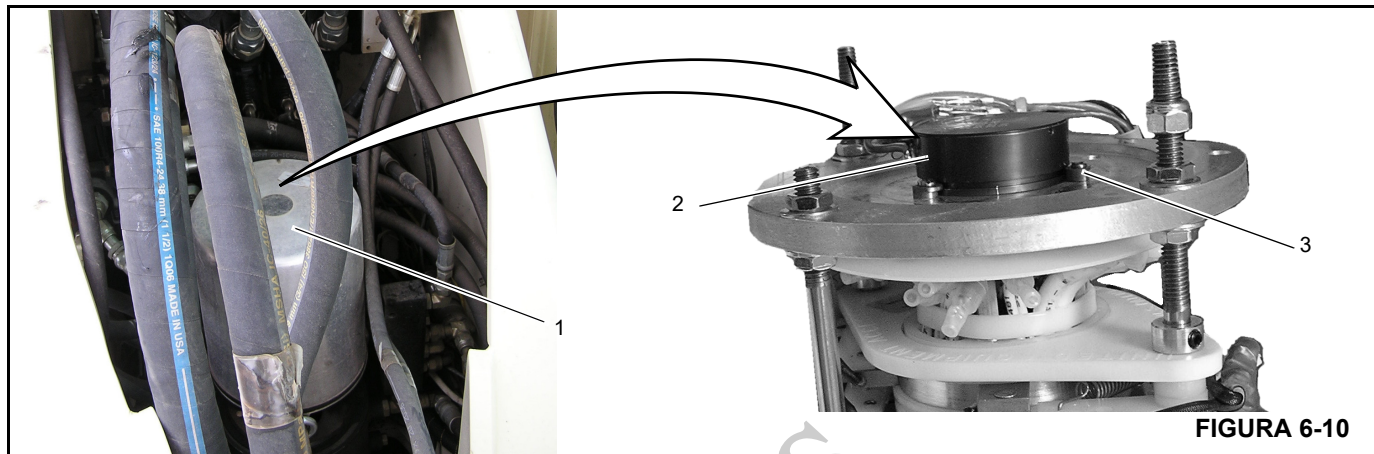

FIGURA 6-10
NOTA: Se um novo rolamento for instalado, uma nova engrenagem de pinhão (1, Figura 6-10) também deve ser utilizada. Alinhe o ponto superior (excentricidade máxima) (2, Figura 6-10) no rolamento ao ponto superior na nova engrenagem do pinhão.
O potenciômetro de giro é um componente do conjunto das rótulas hidráulica e elétrica, montado dentro da torre da superestrutura. A parte superior do conjunto das rótulas é a seção da rótula elétrica (1, Figura 6-10) e contém o potenciômetro de giro (2, Figura 6-10).
5. Afrouxe os três parafusos (3, Figura 6-10) que fixam o potenciômetro de giro na placa de montagem.
6. Gire o corpo do potenciômetro de giro (2, Figura 6-10) até que o ângulo de giro indique $0,6^\circ \pm 0,1^\circ$.
7. Aperte os três parafusos (3, Figura 6-10) para fixar o potenciômetro de giro na placa de montagem. Instale a tampa da rótula elétrica.